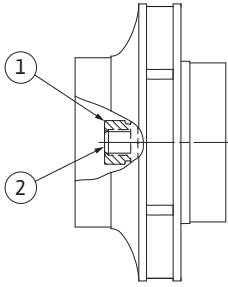

Fig. 52: Prawidłowe położenie nakrętki wirnika po montażu
29. Przytrzymać wał (patrz czynność 24) i dokręcić nakrętkę wirnika zalecanym momentem dociągającym (patrz wykaz „Tabela 11: Momenty dociągające dla śrub” na stronie 175). Nakrętka (Fig. 52, poz. 1) musi znajdować się równo z końcem wału (Fig. 52, poz. 2)  $\pm 0,5$  mm. Jeżeli tak nie jest, odkręcić nakrętkę i powtórzyć czynności 25 do 29.